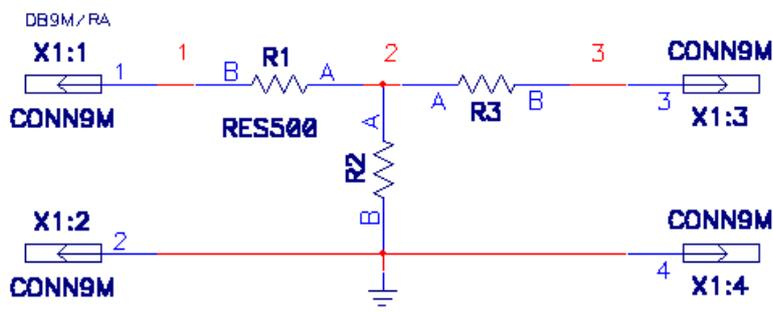

Рис. 6-37. Схема делителя напряжения
• **Создайте самостоятельно список цепей в формате Tango для резистивного делителя показанного на рис. 6-37**